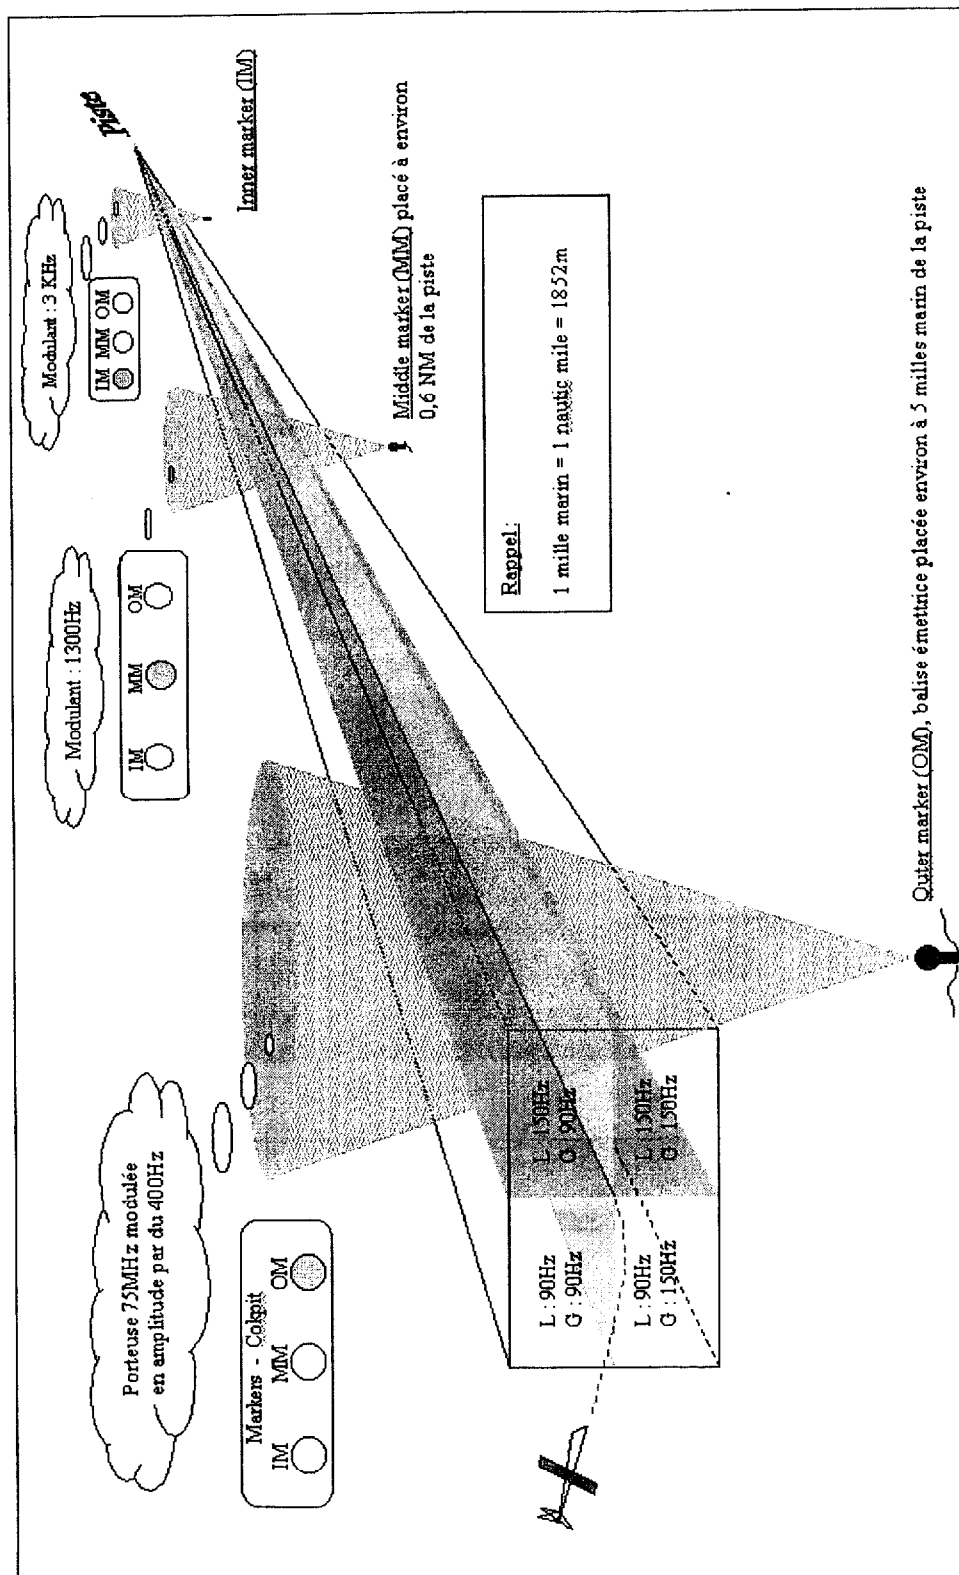

Figure 3 : balises de positionnement (markers)
- Balise « markers » : ces émetteurs placés au sol, indiquent à l'aéronef qu'il vient de franchir des distances de seuil de décision, ce qui, associées aux informations de cap et de pente permettront au pilote de poursuivre ou non la procédure d'atterrissage. (cf. page DT6 et figure 3 ci-dessous)
- **i** : cf. figure 3. (page DT13)